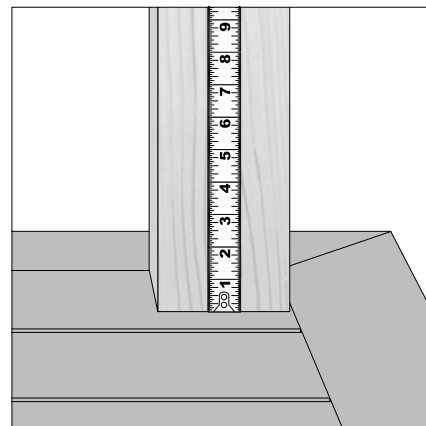

Fig. 1a
- Mida la altura de la columna y corte la envoltura para columnas KLEERWrap ensamblada de dos piezas a la medida deseada con una sierra alternativa o una sierra de mano (**Fig. 1a y 1b**).